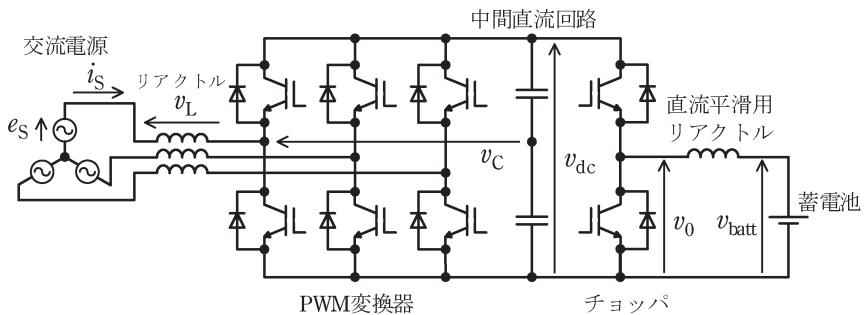

図 1 PWM変換器とチョッパからなる電力変換装置
電力変換装置の一例として、PWM変換器、中間直流回路及びチョッパからなる構成を図1に示す。ここで、PWM変換器は、[ (1) ] と同じ主回路を交流電源側に適用したものである。
蓄電池を充電する場合、PWM変換器を通過する電気エネルギーの流れは、交流電源から中間直流回路に向くことになる。図1において交流電源相電圧 $e_S$ 、PWM変換器交流側相電圧 $v_C$ 、リアクトル電圧 $v_L$ 及び交流電流 $i_S$ は矢印の方向を正とし、それぞれの基本波のフェーザを $\dot{E}_S$ 、 $\dot{V}_C$ 、 $\dot{V}_L$ 及び $\dot{I}_S$ とする。これらの電圧、電流は三相対称交流の内の1相分である。このとき、電源力率1の $\dot{I}_S$ を得るPWM変換器の動作を表しているフェーザ図が [ (2) ] である。目標とする $\dot{I}_S$ を実現するために、結果として $v_C$ の基本波のフェーザが [ (2) ] に示す $\dot{V}_C$ となるように制御している。特に三角波比較正弦波PWM制御は、電圧の [ (3) ] によってスイッチング周期ごとの平均電圧を制御するものであり、スイッチング周波数を十分高くとれば正弦波状に変化する交流電圧波形に制御できることになる。そして、このような動作を行うPWM変換器では、通常中間直流回路の電圧 $v_{dc}$ は交流電源線間電圧のピーク値 [ (4) ] している。
一方、チョッパは、PWM変換器を通して交流電源と中間直流回路が授受する電気エネルギーを、中間直流回路と蓄電池との間で出し入れする。交流電源と蓄電池との間でやり取りする電力がPWM変換器によって制御されている場合、チョッパは、図1に示す中間直流回路の電圧 $v_{dc}$ 、チョッパ出力直流電圧 $v_0$ 及び蓄電池の電圧 $v_{batt}$ のうち、[ (5) ] を一定にする制御を行う。